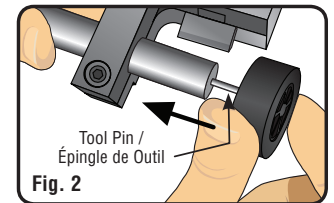

Fig. 2
3. Slide wheel onto tool pin with inner hub facing Lathe (Fig. 2).
3. Faire glisser la roue sur épingle de outil avec moyeu intérieur face à un tour (Fig. 2).